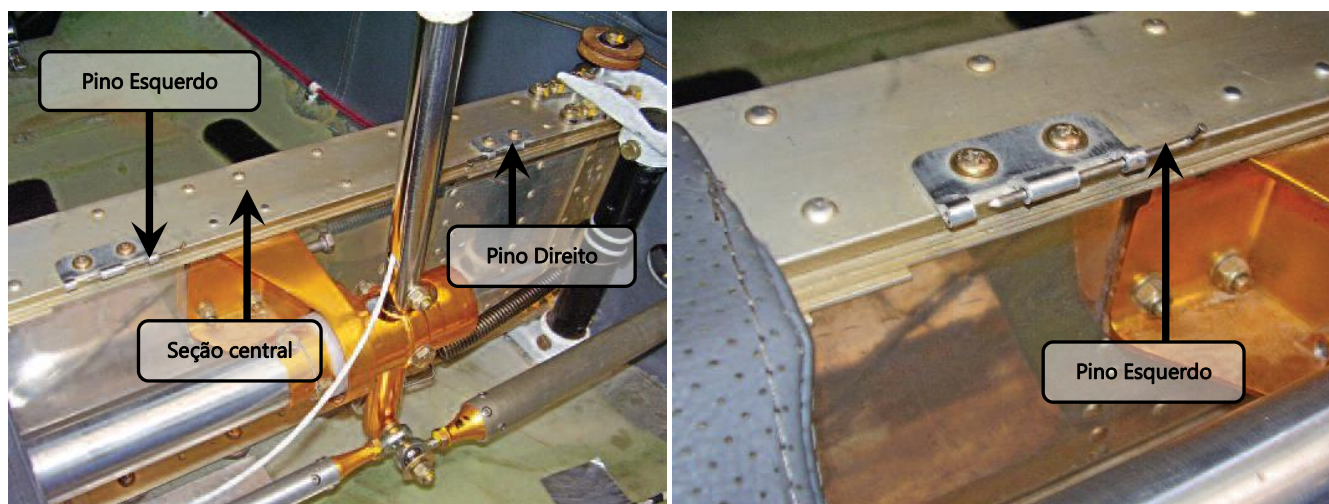

Figura 25.10.10 – Pinos nas dobradiças da seção central
10. Encaixar manualmente os pinos nas dobradiças da seção central para evitar que sejam perdidos. Ver figura 25.10.10;